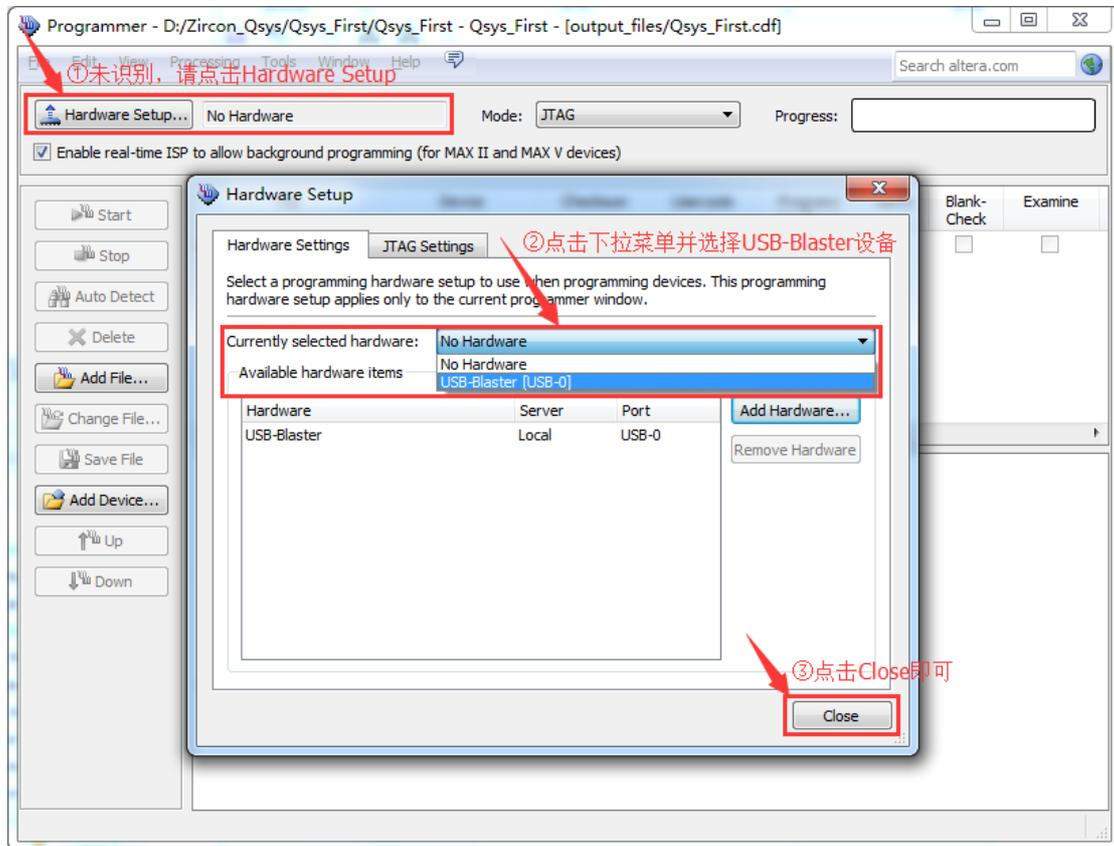

图 1.61 USB-Blaster 设备连接图
- (2) 在 Quartus II 软件中选择【 Tools 】→【 Programmer 】, 打开编程器窗口后确保编程器窗口的 Hardware Setup 栏中硬件已经安装。如果硬件没有安装,可以参考《驱动安装指导手册》中的介绍。如图 1.61 所示;